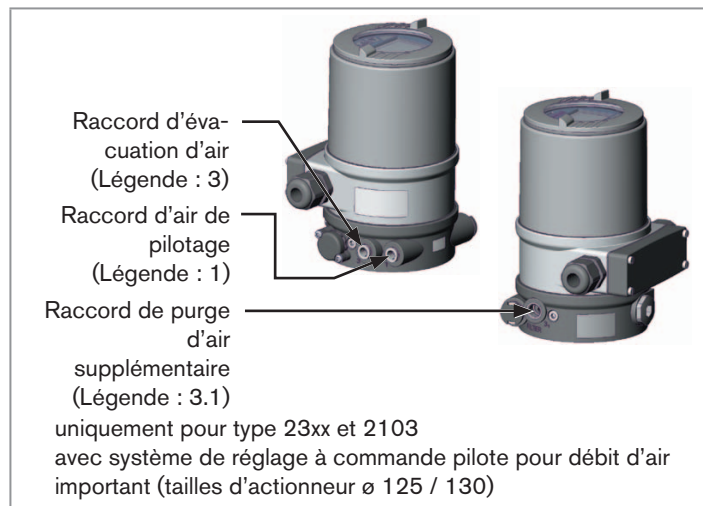

Fig. 11 : Raccordement pneumatique
- Raccorder le fluide de commande au raccord d'air de pilotage (1) (3 ... 7 bars ; air d'instrument, exempt d'huile, d'eau et de poussières).
- Monter la conduite d'évacuation d'air ou un silencieux sur le raccord d'évacuation d'air (3) sur le raccord d'évacuation d'air (3.1) si disponible (voir « Fig. 11 : Raccordement pneumatique »).